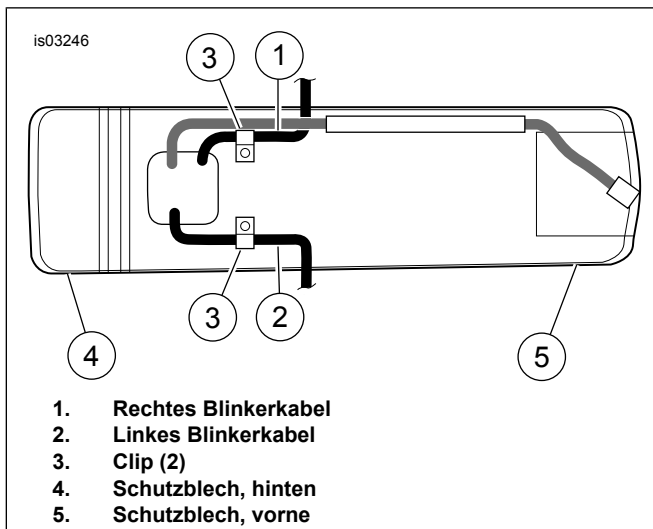

Abbildung 3. Blinkerkabel und Clips (Ansicht von unten)
5. Siehe Abbildung 3. Blinkerverkabelung (1, 2) aus den Clips (3) unter dem Hinterradschutzblech ausbauen, und die Kabel herausziehen.